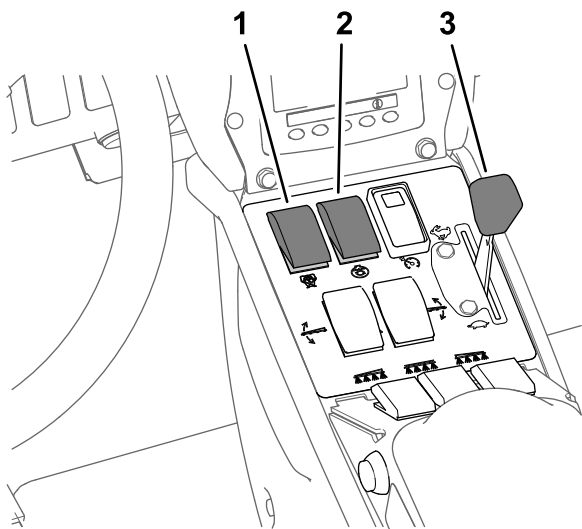

Figura 31
8. Impostate l'interruttore dell'agitatore e l'interruttore della pompa di irrorazione in posizione di ACCENSIONE (Figura 31).
9. Impostate l'acceleratore in posizione VELOCE (Figura 31).
4. Regolate l'acceleratore alla velocità del motore desiderata per irrorare; fate riferimento a Figura 31 in Irrorazione in modalità con volume di applicazione (pagina 34).
Nota: Questa procedura prevede che la pompa di irrorazione sia accesa; fate riferimento a Figura 31 in Irrorazione in modalità con volume di applicazione (pagina 34).